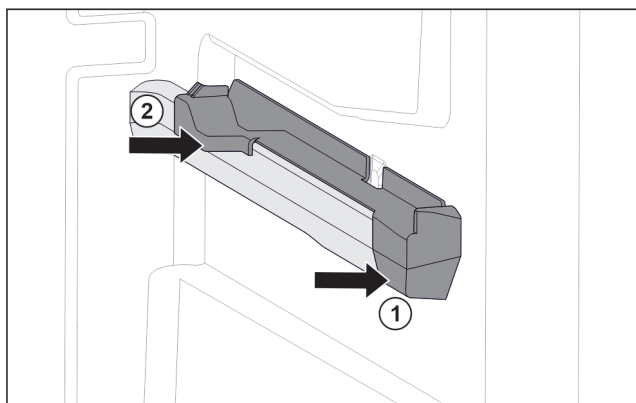

Fig. 125 Вставна частина на правому ребрі для резервуару
- ▶ Одягти вставну частину вперед на ребро резервуару. Fig. 125 (1)
- ▶ Притиснути вставну частину позаду. Fig. 125 (2)